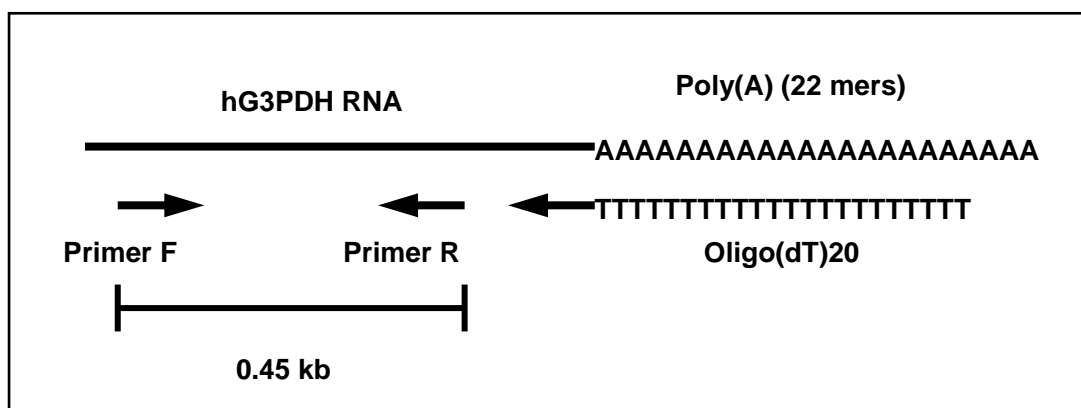

図 3 ポジティブコントロール RNA と添付プライマー
本キットはポジティブコントロール RNA として、Human G3PDH (Glyceraldehyde 3-Phosphate Dehydrogenase) 遺伝子の *in vitro* 転写産物を添付しています (3'末端に 22 mer の Poly(A) tail が付加されています) (図 3 参照)。